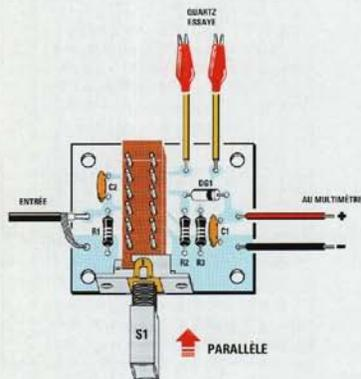

Figure 11 : Pour mesurer la fréquence de résonance parallèle d'un quartz vous devez presser le bouton du commutateur S1 vers l'intérieur.
- reliez les pinces crocodiles du **EN1712** aux extrémités du **quartz** et pressez le poussoir **S1** (voir figure 11), de manière à régler la platine pour la mesure de la **fréquence de sa résonance parallèle** ;